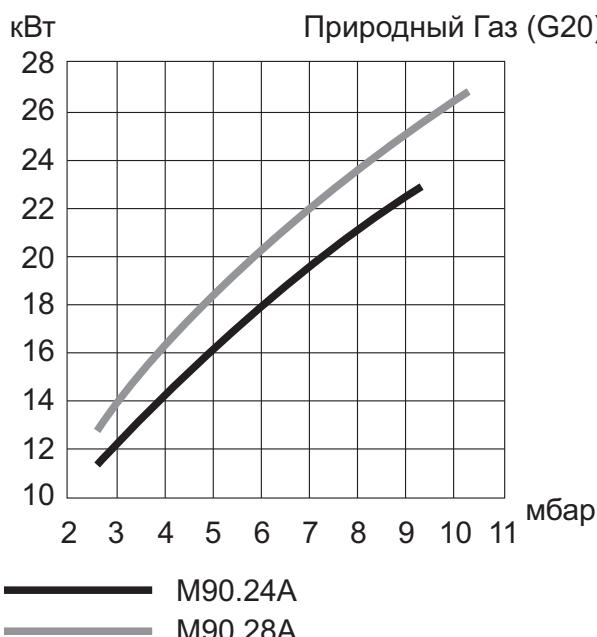
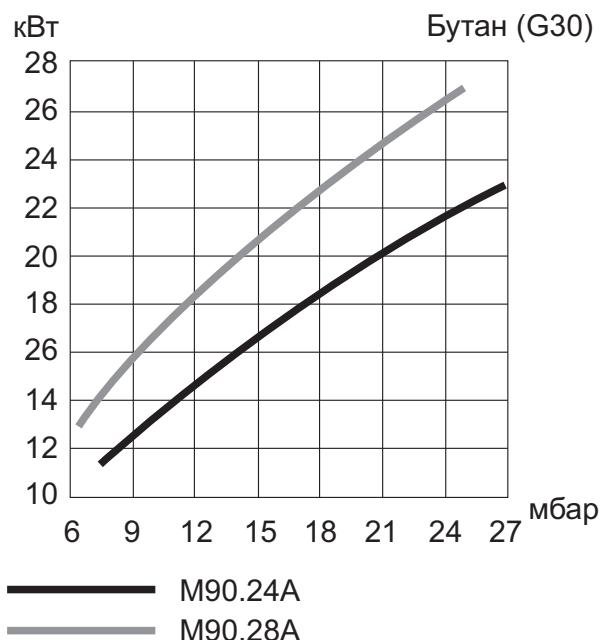

Рисунок 7.9
Рисунок 7.10
- Для изменения настройки, повернуть рукоятку регулирования температуры ГВС в правильное положение (пример: на Рисунке 7.8 рукоятка установлена на седьмую позицию, смотреть также таблицы в руководстве бойлера Глава Проверка настройки газа Рисунок 7.9, Рисунок 7.10, при этом быстро мигает сигнальная лампа блокирования).